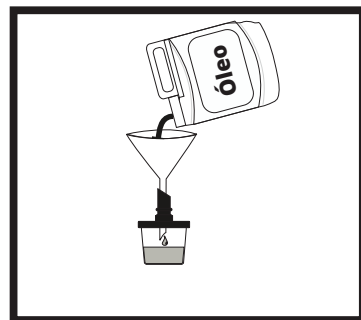

Fig. 3
9. Usando um funil, encha o reservatório (Fig. 3).